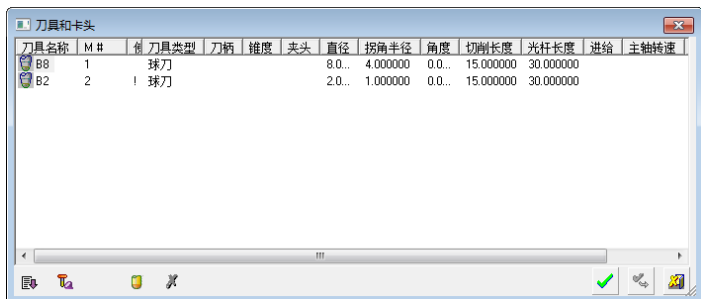

图 5-29 “刀具和卡头”对话框(4)
2) 选择刀具。单击“刀具和夹头”按钮,弹出“刀具和卡头”对话框(4),选择B2球刀,如图5-29所示。